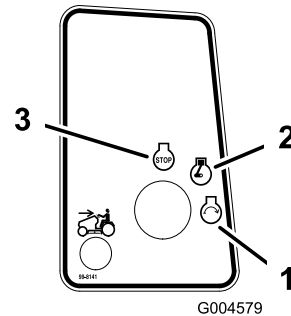

Figure 14
6. Tournez la clé de contact dans le sens des aiguilles d'une montre et maintenez-la en position de Démarrage (Figure 14). Relâchez la clé quand le moteur démarre.
2. Tournez la clé de contact en position Contact coupé (Figure 14).